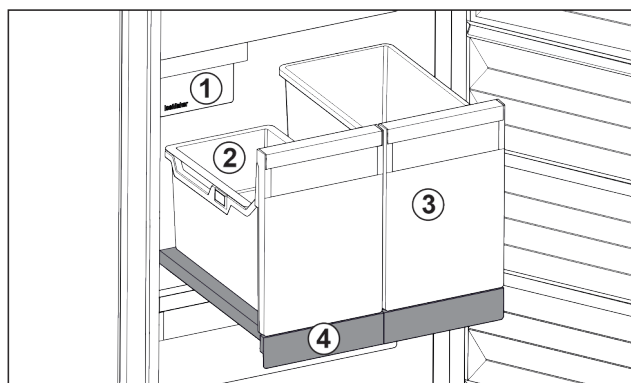

Fig. 103 Vyťahovacia polička s IceTower
- (1) IceMaker
- (2) Závesná miska na kocky ľadu
- (3) Nádoba napríklad na pizzu, alkoholické nápoje
- (4) Vyťahovacia polička
Na vyťahovacej poličke sú dve vysoké nádoby (IceTower). V nádobe Fig. 103 (2) sa hromadia a skladujú kocky ľadu z IceMaker. Nádoba Fig. 103 (3) sa hodí na skladovanie vysokých potravín, ako sú pizze alebo alkoholické nápoje.